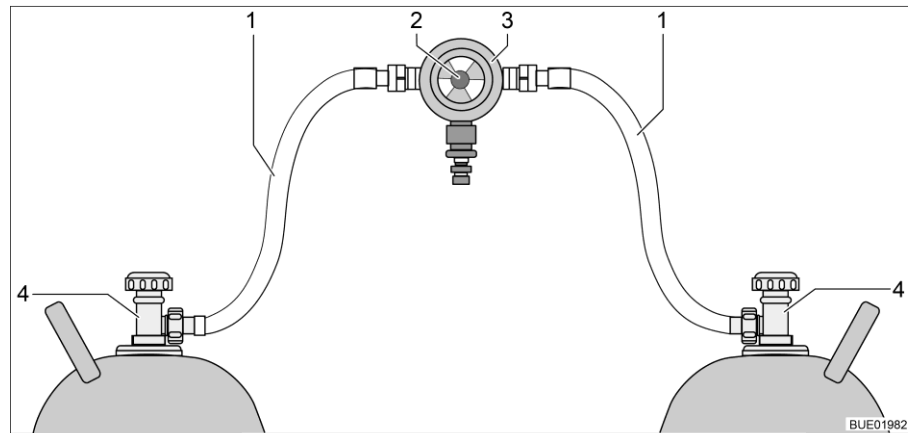
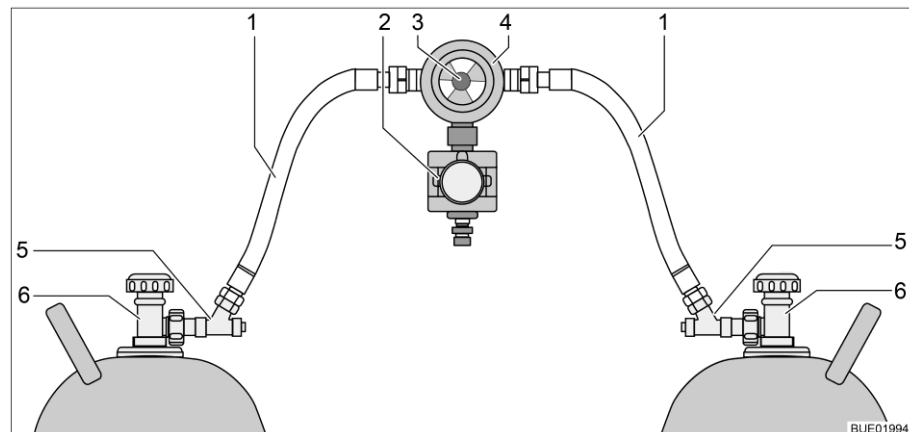

Bild 63 Omkopplingsenhet för gasflaskor
Bild 64 Omkopplingsenhet för gasflaskor med CPU
Omkopplingsenheten för gasflaskorna består av en kombinerad gastrycksregulator med omkopplingsventil och visning (Bild 63,3). Omkopplingsenheten för gasflaskor är monterad mellan de två gaslangarna (Bild 63,1).
Omkopplingsenheten för gasflaskorna består av en kombinerad gastrycksregulator med omkopplingsventil och visning (Bild 64,4) och en elektroventil (Bild 64,2). Elektroventilen spärrar vid kraftig bromsning, olycksfall eller kraftig lutning, av gastillförseln till fordonet. Omkopplingsenheten för gasflaskor är monterad mellan de två gaslangarna (Bild 64,1) med slangbrottsäkringar (Bild 64,5).
Med vredet (Bild 63,2 resp. Bild 64,3) på omkopplingsenheten, ställer du in vilken av gasflaskorna som ska användas som driftflaska och vilken gasflaska ska användas som reservflaska.
Med kontrollenheten (Bild 65) kan endast de elektriska funktionerna styras. Gasflaskornas huvudavstängningsventiler (Bild 63,4 resp. Bild 64,6) måste öppnas eller stängas för hand.
- Öppna huvudavstängningsventilerna på gasflaskorna (Bild 63,4 resp. Bild 64,6).
- Tryck in slangbrottssäkringarna (Bild 64,5) i 10 sekunder, efter varandra.
- Välj med vredet (Bild 63,2 resp. Bild 64,3) på omkopplingsenheten, gasflaskan som ska prioriteras (driftflaska).
- Stäng huvudavstängningsventilerna på gasflaskorna (Bild 63,4 resp. Bild 64,6).